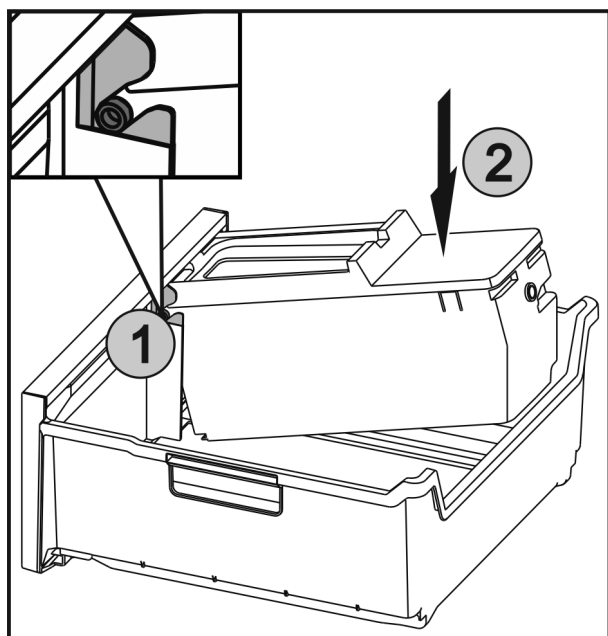

Fig. 45
- ▶ Inserire gli assi Fig. 45 (1) di EasyTwist-Ice nelle guide e premere la parte posteriore Fig. 45 (2) finché la linguetta non si innesta.